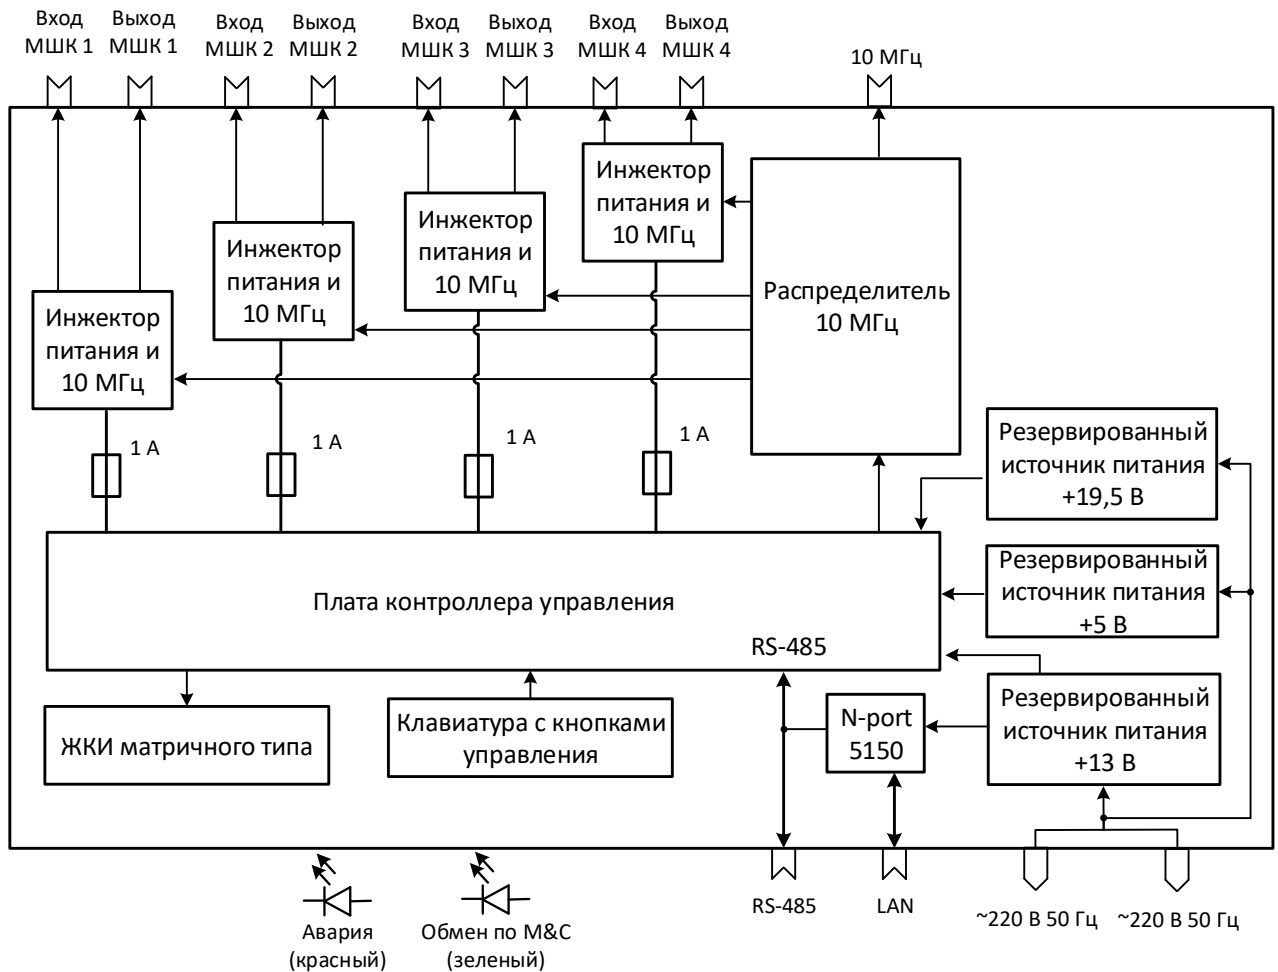

Рисунок 1.2 - Функциональная схема БП МШК
1.1.4.3.2 На функциональной схеме БП МШК и коммутации (рисунок 1.2) представлены входящие в его состав следующие основные элементы (модули):